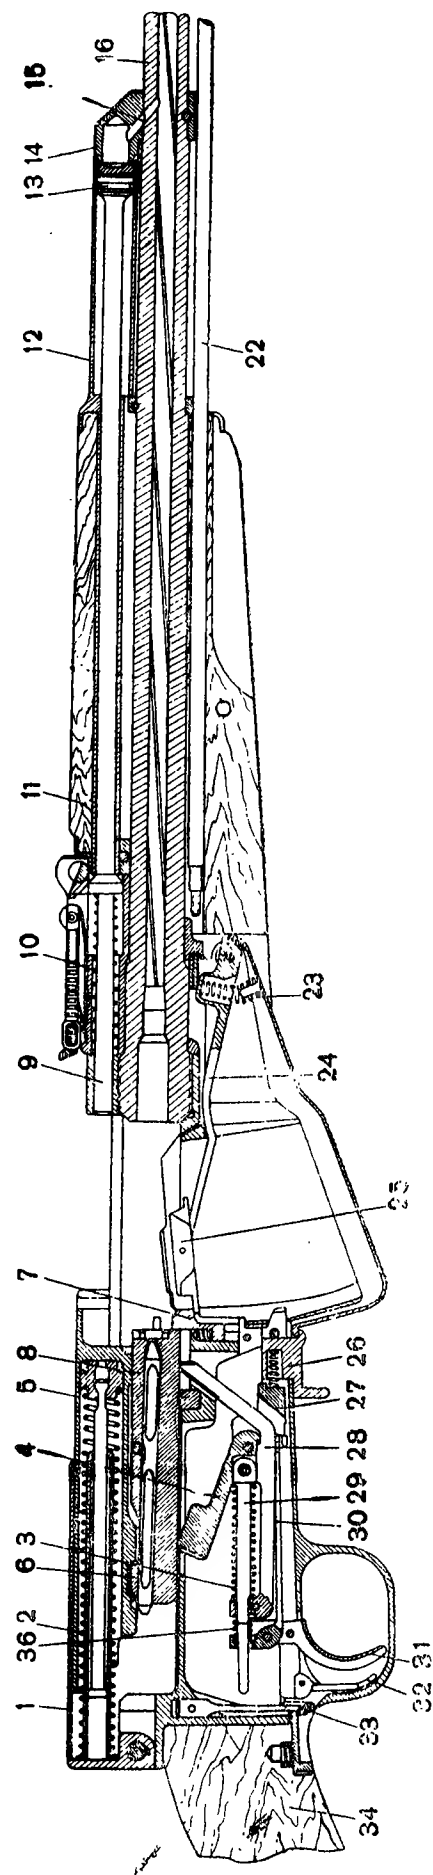

Рис. 46. Положение частей и механизмов карабина перед заряданием (продольный разрез):
- правой рукой отвести затвор за рукоятку стебля назад до отказа и отпустить рукоятку, при этом затвор задерживается останком (рис. 46);